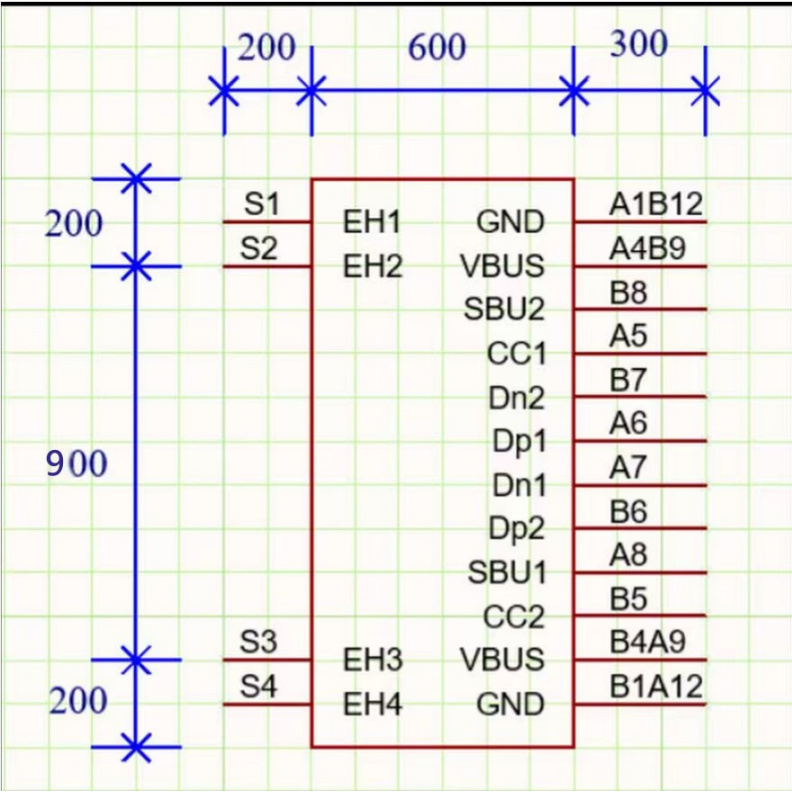

图 1 原理图库封装（单位：mil）
- 1、在库文件 usr_lib 中，根据图 1 给出的元件示意图绘制原理图库元件封装，命名为 TYPE-C-16PIN，并在抄画原理图中调用；